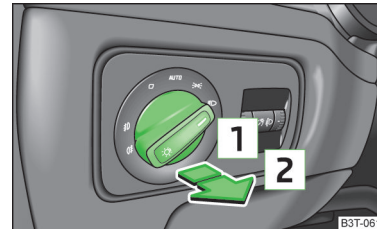

Abb. 52
- › Den Lichtschalter in Stellung  oder  » Abb. 52 drehen.
- Den Lichtschalter in Stellung  oder  » **Abb. 52 auf Seite 72** drehen.